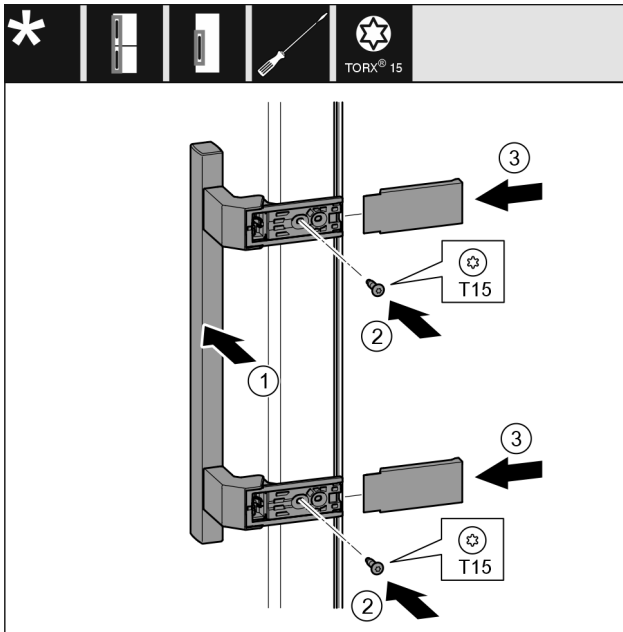

Fig. 20
- ▶ Griff Fig. 20 (1) auf der Gegenseite ansetzen.
- ▶ Schrauben Fig. 20 (2) mit Schraubendreher festschrauben.
- ▶ Abdeckungen Fig. 20 (3) seitlich ansetzen und aufschieben.